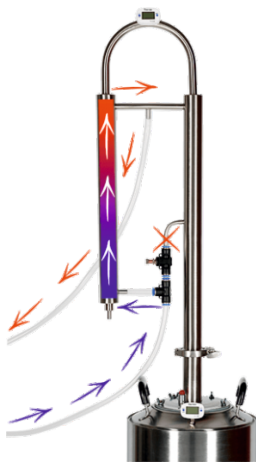

Рис. 1
1. **Режим быстрой перегонки (Рис. 1).** Полностью закрутите игольчатый кран, перекрыв тем самым поступление воды в дефлегматор. Дефлегматор будет использоваться в пассивном режиме, то есть охлаждаться только воздухом. Спиртовые пары из куба при этом будут почти полностью проходить в холодильник. Назад в куб будет возвращаться лишь небольшая их часть, которая конденсируется естественным образом на стенках царги и дефлегматора. Отбор спирта-сырца осуществляется при максимальном нагреве плитки и заканчивается, когда температура в баке приближается к 100°C , а крепость выходящего спирта-сырца падает ниже 10 градусов.